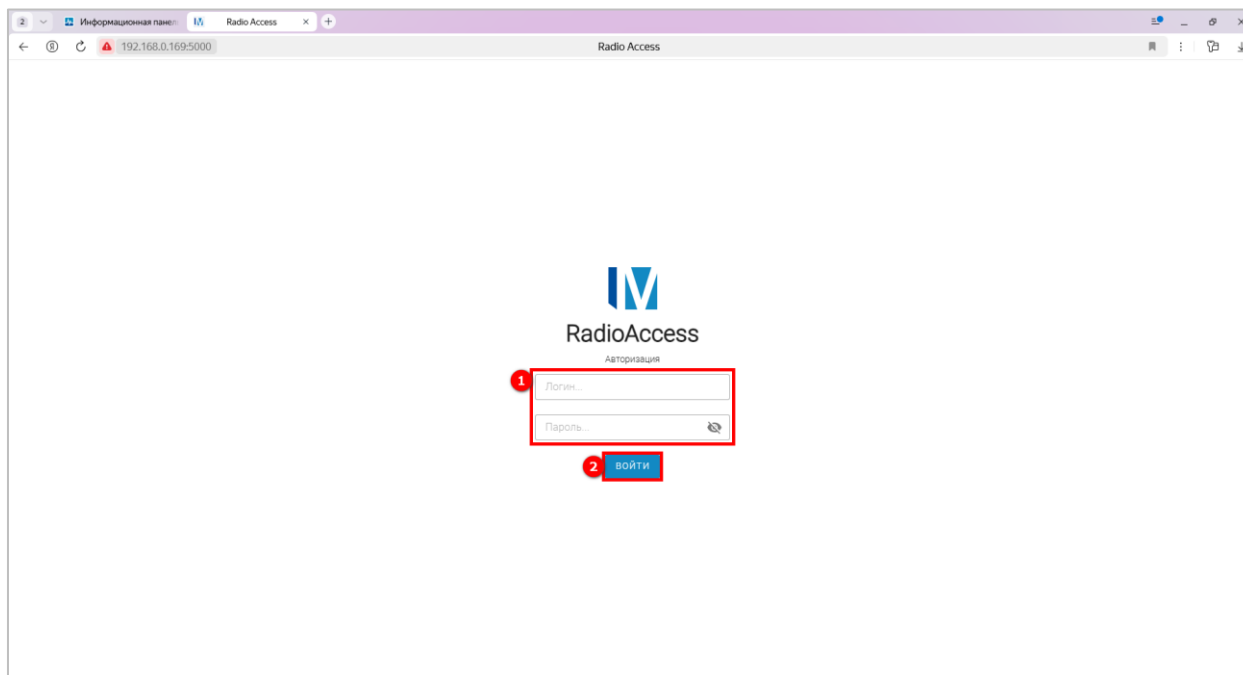
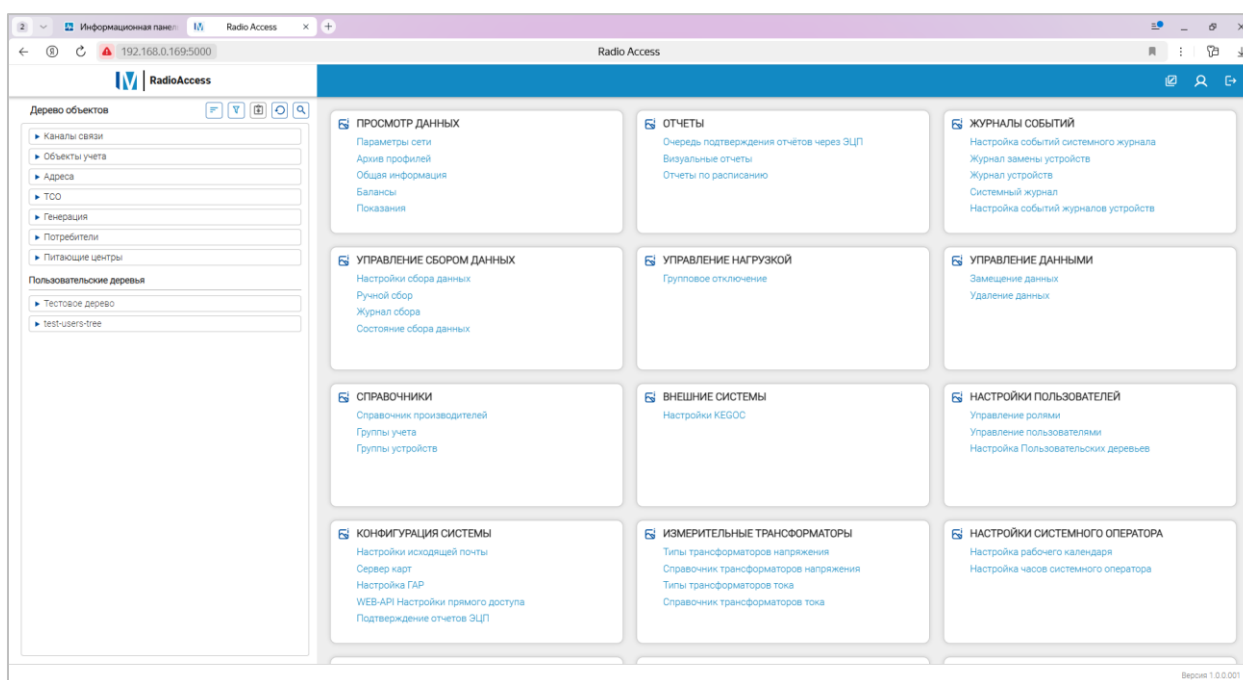

Рисунок 6 – Вход в программу RadioAccess 4
Рисунок 7 – Окно программы RadioAccess 4
Далее для входа в **RadioAccess 4** необходимо ввести логин и пароль в соответствующие поля (1) (см. рисунок 6). После нажатия кнопки **Войти** (2) будет открыто окно программы (см. рисунок 7).